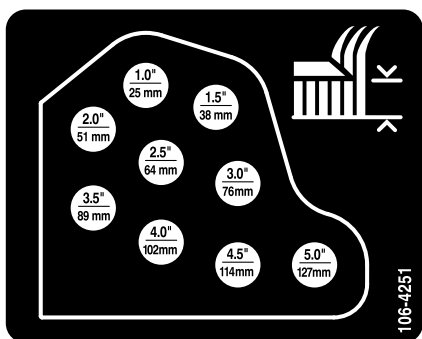

図 21
11. ヘアピンコッターとクレビスピンを使って、希望する刈高穴に、刈高チェーンを取り付ける図 21。